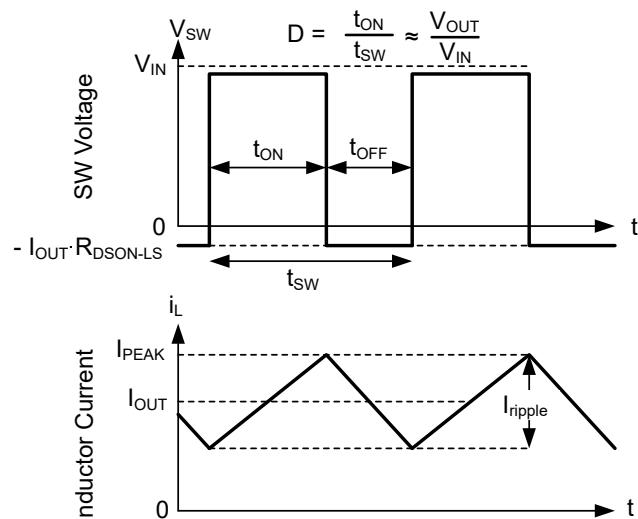

图 7-16. 连续导通模式 (CCM) 下的 **SW** 电压和电感器电流波形
有关器件的以下运行说明，请参阅 节 7.2 和 图 7-16 中的波形。在 **CCM** 中，该器件以变化的占空比 (**D**) 打开内部高侧 (HS) 和低侧 (LS) 开关，从而提供稳定的输出电压。在 **HS** 开关导通期间，**SW** 引脚电压 V_{SW} 摆动至大约 V_{IN} ，电感器电流 I_L 以线性斜率增加。**HS** 开关由控制逻辑关闭。在 **HS** 开关关闭时间 t_{OFF} ，**LS** 开关打开。电感器电流通过 **LS** 开关放电，这会强制 V_{SW} 通过 **LS** 开关两端的压降摆动到地电位以下。转换器环路调节占空比以保持恒定的输出电压。**D** 由 **HS** 开关在开关周期内的导通时间定义：